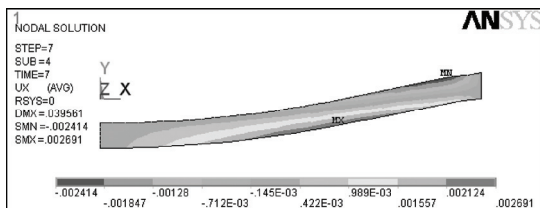

图 5-74 X 方向位移等值线图
3) 选择 Main Menu | General Postproc | Plot Results | Contour Plot | Nodal Solu 命令, 出现 Contour Nodal Solution Data 对话框, 在 Item to be contoured 列表框中选择 Nodal Solution | DOF Solution | X-Component of displacement, 单击 OK 按钮, ANSYS 窗口将显示如图 5-74 所示的 X 方向位移等值线图。